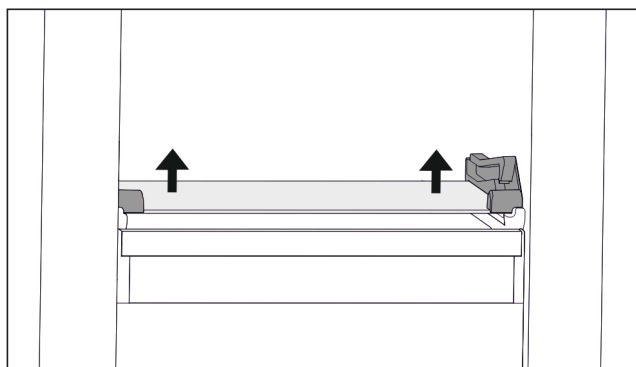

Fig. 59 Skleněná deska odklápěcí zásuvky
- ▶ Vytlačte skleněnou desku zdola na obou stranách nahoru. (viz Fig. 59)